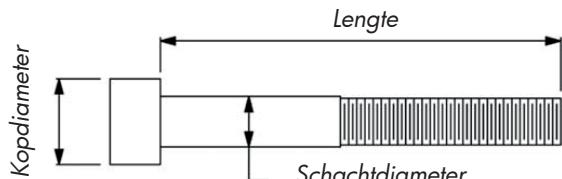

Figuur 8
7. Laat de trekker van de boormachine los wanneer het punt van de blindklinkmoer het uiteinde van de boorhouder bereikt (figuur 8).
OPMERKING : als u de meegeleverde boorhouder of de aanbevolen boorhouderlengte niet gebruikt, of als de blindklinkmoer korter of langer is dan gewone blindklinkmoeren, laat dan een vrije ruimte van 4 tot 8 mm tussen het punt van de blindklinkmoer en het aambeeld (figuur 8), zodat het aandrijfmechanisme voldoende vastklikt voordat het de blindklinkmoer samendrukt. Een onvoldoende vrije ruimte kan tot een defect van het aandrijfmechanisme leiden.